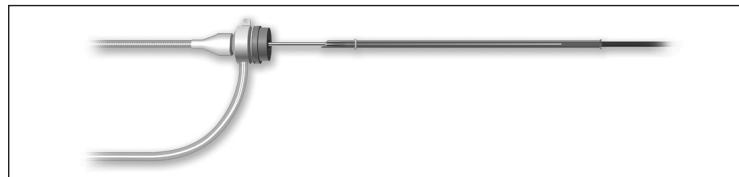

Figura 1: Inserción del catéter balón con la herramienta de carga
- f. Sujetando el extremo proximal de la herramienta de carga junto con el catéter balón, introdúzcalos cuidadosamente en la válvula hemostática de la guía o vaina introductora (consulte la figura 1). Asegúrese de que la herramienta de carga y el catéter balón avancen simultáneamente.